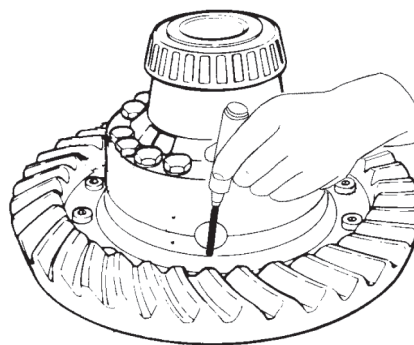

Figura 11
- A - Verifique, antes del desmontaje, si las mitades de las cajas de los satélites (simple y de brida), tienen posición de montaje marcada. Si no tienen, márquelas para que la posición original se conserve en el montaje. (figura 11).